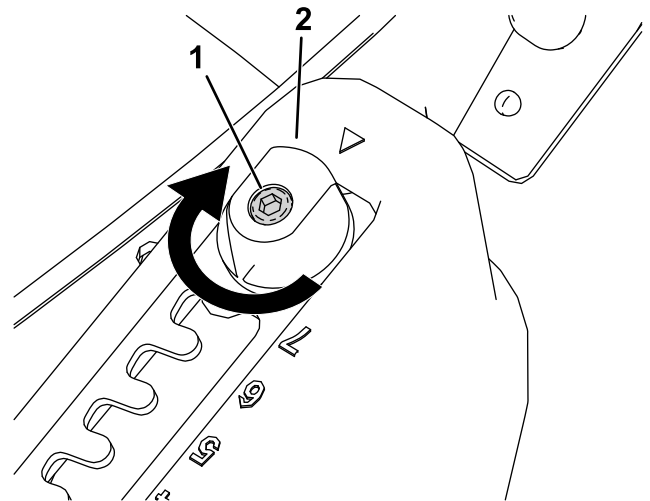
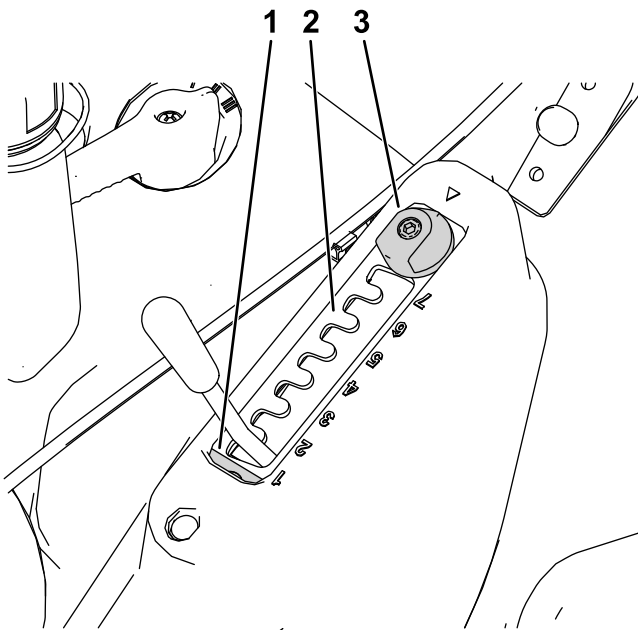

Figura 13
Figura 14
1. Afloje el perno de retención de la placa selectora con una llave Allen (Figura 13).
2. Gire el ajustador de MatchCut 180° (Figura 13 y Figura 14).